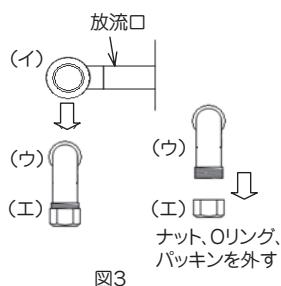
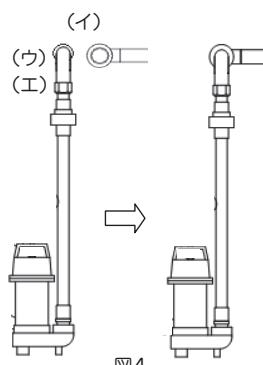

図3
図4
※内部のOリングが落下しないように注意して作業を行ってください。(図3)
- (エ)ナット部を外して(図3)、(工) (ウ)部を排水管に順に仮止めします。(図4)
- ポンプをポンプ槽内におろし(イ)部へ接続します。(図4)